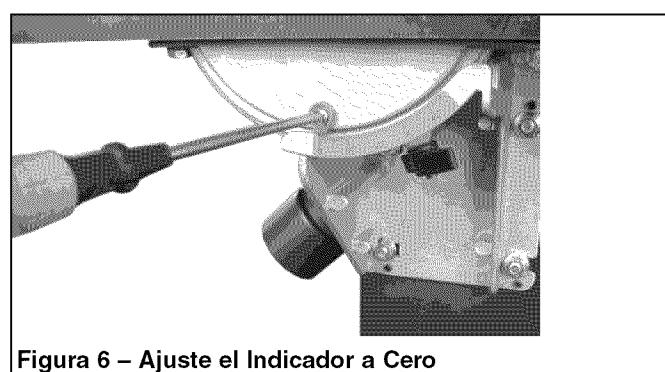

Figura 6 – Ajuste el Indicador a Cero
- Afloje el tornillo que sujetla el indicador y reajuste éste si es necesario para que indique cero grados (véase la Figura 6).